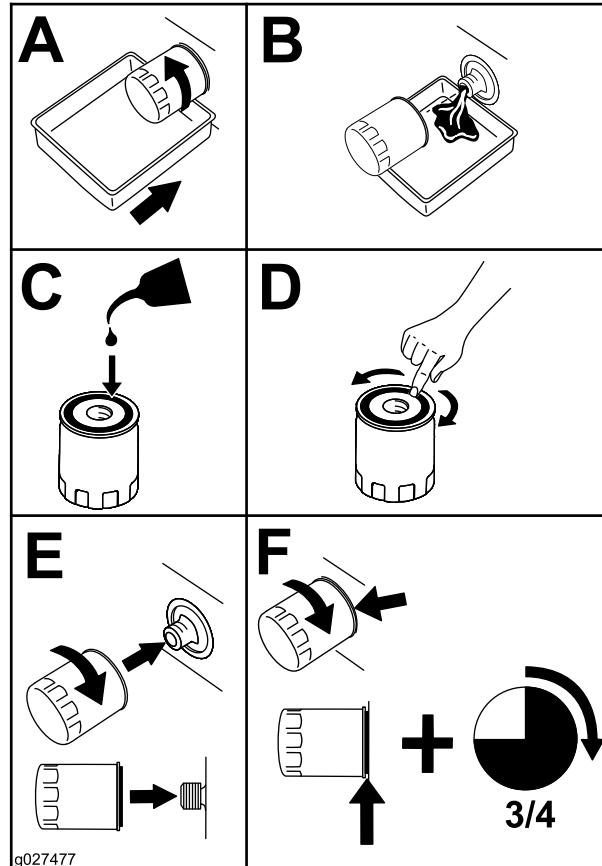

**Bild 48**
6. Gießen Sie langsam ungefähr 80 % der angegebenen Ölsorte in den Einfüllstutzen und füllen Sie dann vorsichtig mehr Öl ein, um den Ölstand an die Voll-Markierung zu bringen (Bild 48).